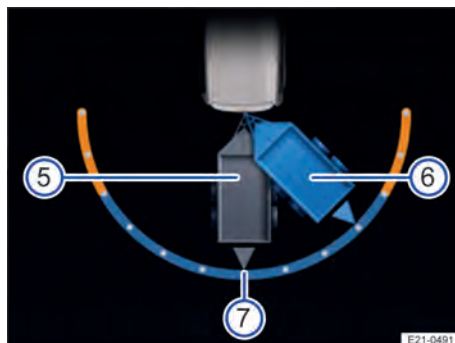

Abb. 142 Im Display des Kombi-Instruments: Einstellung der Fahrtrichtung des Anhängers (Prinzipdarstellung).
Im Display des Kombi-Instruments erscheint zur Orientierung eine Darstellung des Gespanns in der aktuellen Position → Abb. 142 ⑤.
5. Mit dem Drehknopf den Winkel ggf. nach links ② oder rechts ③ korrigieren.